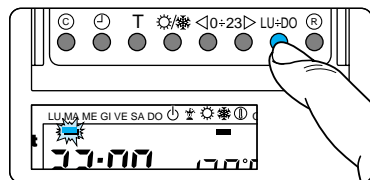

Fig. 40
8.6 - Per programmare diversamente i giorni successivi, far avanzare il giorno tramite il pulsante LU ÷ DO e ripetere la medesima procedura indicata al punto 8.4 (fig.40).